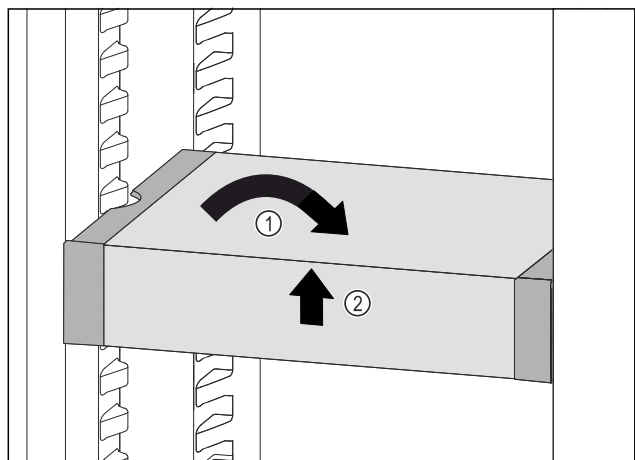

Fig. 46
- ▶ Установите VarioSafe прямо. Fig. 46 (1)
- ▶ Приподнимите VarioSafe спереди. Fig. 46 (2)